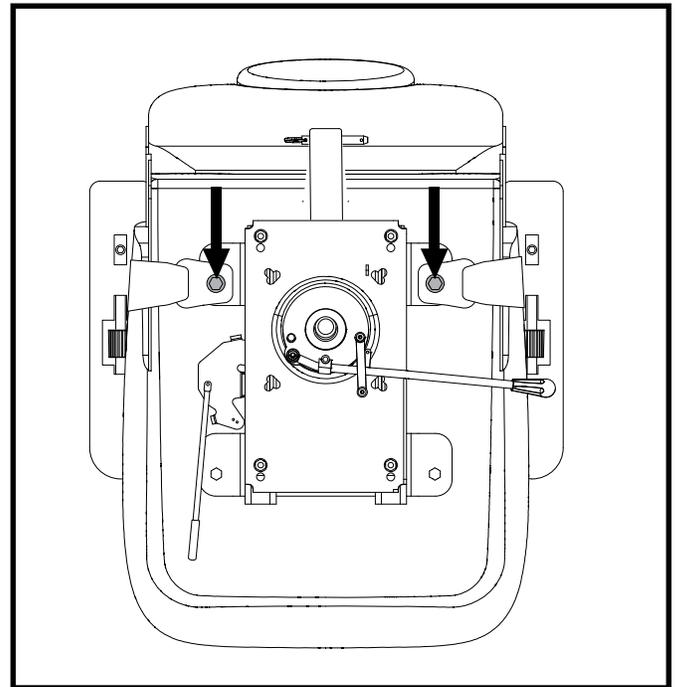

Abb. 21. Befestigungsschrauben des Rückhaltegurtes
2. Sitz umdrehen, um die Unterseite einzusehen. **Siehe Abb. 21.**